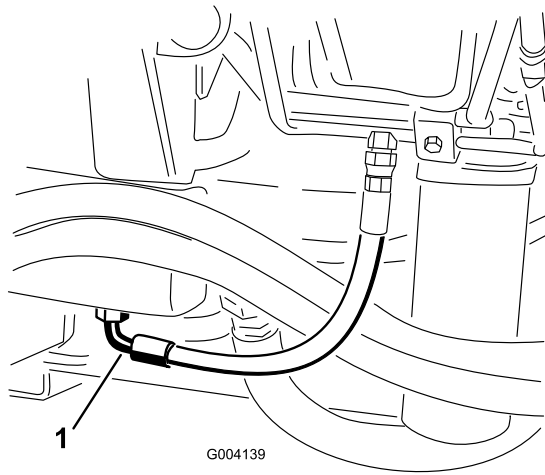

Figura 69
2. Coloque un recipiente grande debajo del acoplamiento situado en la parte inferior del depósito de fluido hidráulico (**Figura 69**).